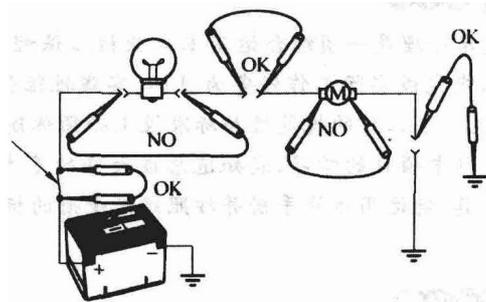

图 1-2 跨接线的使用
(3)跨接线只能用在无电阻元件的那部分电路上使其旁通 如开关、接头及导线段(见图 1-2)。